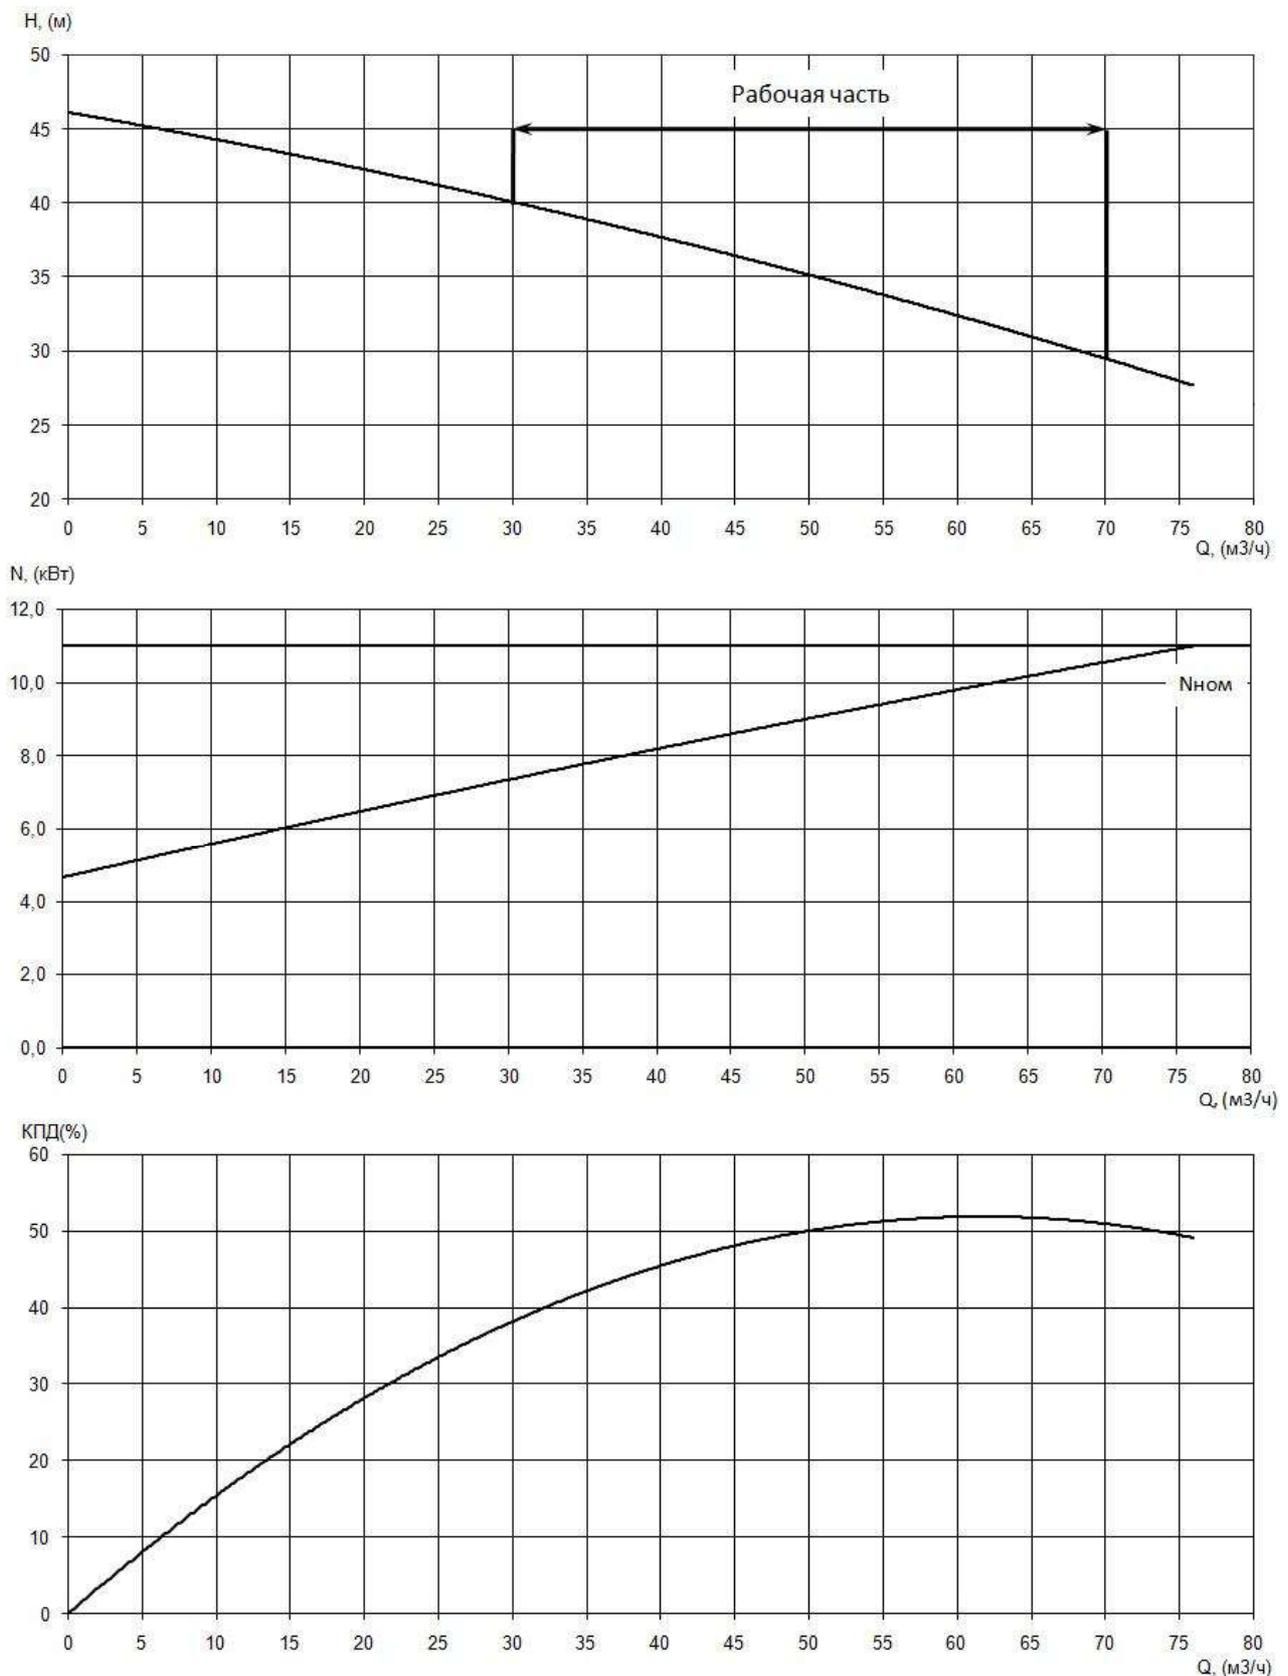

Рисунок 1. Пример характеристики насосов серии «Иртыш»
2.4. Рабочие характеристики электронасосов (рисунок 1):
ВНИМАНИЕ! Запрещается работа электронасоса на режимах, выходящих за пределы рабочей части характеристик (рисунок 1).